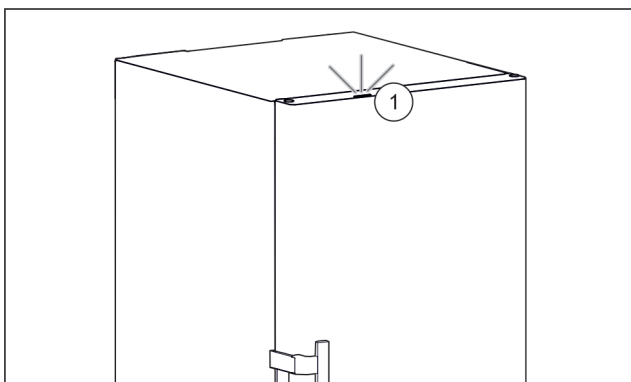

Fig. 90 Активне підсвічування стану, коли дверцята зачинено
- ▶ Підсвічування стану Fig. 90 (1) активовано.